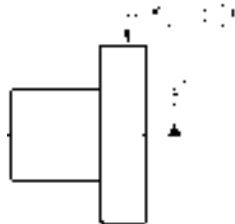

图 5.6.38 标注“圆跳动”
Step6. 将公差基准设置为 **A**, 其他参数采用系统默认设置值, 结果如图 5.6.38 所示。